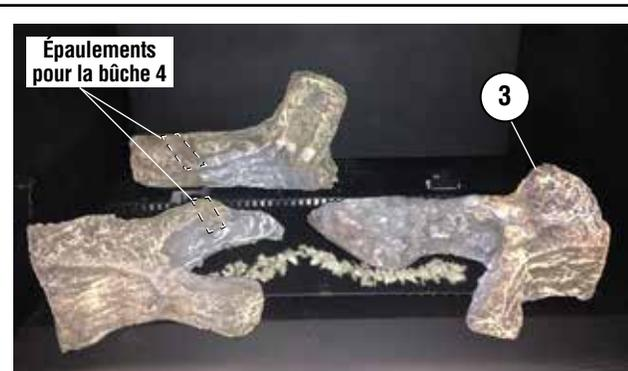

Figure 19 - Placer la bûche 3
- Placer la bûche transversale gauche (4) sur les épaulements de la bûche arrière gauche (1) et de la bûche avant gauche (2) (voir figures 19 et 20).